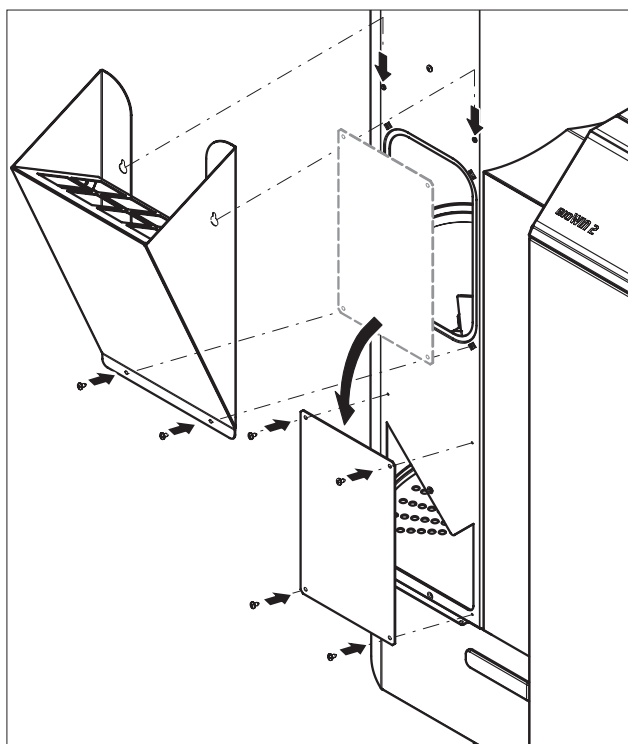

Fig. 85 Pelletsschütte und Revisionsdeckel montieren
- ▶ Pellets bei der Revisionsöffnung mit einem kleinen Kübel oder Schaufel in den Vorratsbehälter einfüllen bzw. Pelletsschütte (Zubehör – Pelletsschütte zur Überbrückung bzw. zur händischen Befüllung des Vorratsbehälter, wenn Zuführung noch nicht fertig ist) befestigen und Pellets einfüllen – Fig. 85.
- ▶ Revisionsdeckel als Berührungsschutz vor der Öffnung zur Förderschnecke montieren – Fig. 85.